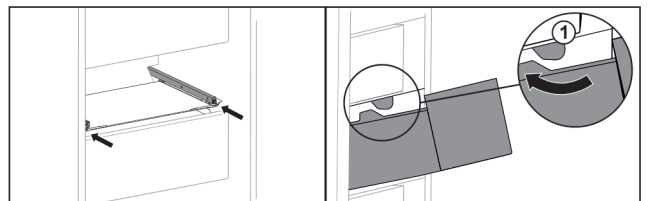

Fig. 45
- ▶ Guider le tiroir en contournant les butées Fig. 45 (1).